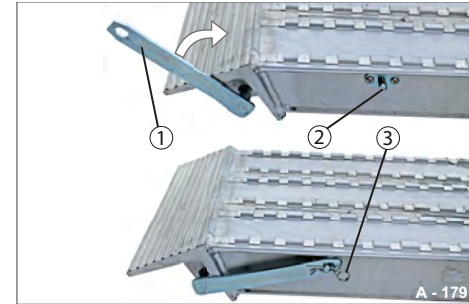

Abb. 190 Sicherungshebel schließen
- ▶ Schwenken Sie den Sicherungshebel (Abb. 190/1) zum Haltebolzen (Abb. 190/2) und stecken Sie diesen auf den Haltebolzen auf.
- ▶ Stecken Sie den Federstecker (Abb. 190/3) durch die Bohrung im Haltebolzen durch.